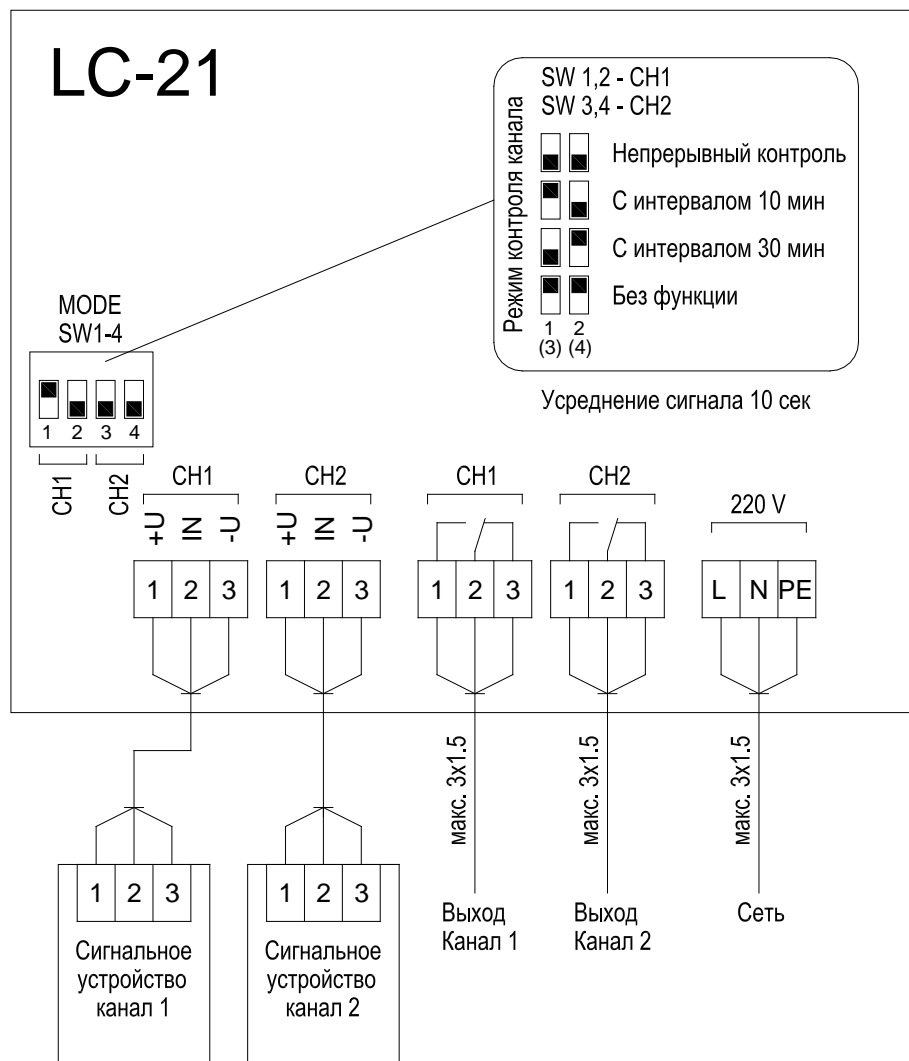

Рис. 2 Схема электрических подключений
- 4.4 При подключении Сигнализатора следует руководствоваться электрической схемой подключений, приведённой на рис.2.
- 4.5 Подключение питающей сети выполнить согласно схеме рис.2 кабелем 3х1,5 мм2.
- 4.6 Установить датчик (как пример – OLS-01 (датчик уровня жира/масла)\* или SLS-01 (датчик уровня осадка)) в резервуар на нужный уровень и подключить его на клеммы входа СН1 согласно схеме рис.2. Установить необходимый режим опроса датчика DIP переключателями SW1,2\*\* (при формировании комплекта производителем выставляются рекомендованные значения). Датчик типа «сухой контакт» следует подключать к клеммам «+U» и «IN».
- 4.7 Установить датчик (опция) CLS-01 (уровня воды) в резервуар на нужный уровень и подключить его на клеммы входа СН2 согласно схеме рис.2. Установить необходимый режим опроса датчика DIP переключателями SW3,4 (при формировании комплекта производителем выставляются рекомендованные значения). Датчик типа «сухой контакт» следует подключать к клеммам «+U» и «IN».
- 4.8 Выходной сигнал типа «сухой контакт» о достижении уровня выдается согласно схеме рис.2 по каждому каналу отдельно. Максимальная нагрузка на сухой контакт: переменное напряжение 220В / 5А, постоянное напряжение 24В / 5А. Подключение выполнить кабелем сечением не более 3х1,5 мм2.